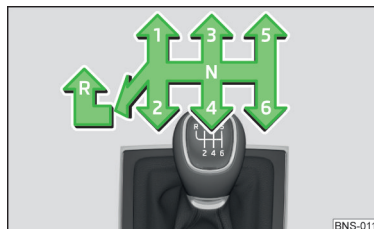

Fig. 251
Pe schimbătorul de viteze este reprezentată schema de selectare a treptelor individuale de viteză » fig. 251.
- › Apăsăți maneta schimbătorului de viteze în jos, complet spre stânga și apoi spre înainte, în poziția **R** » fig. 251.